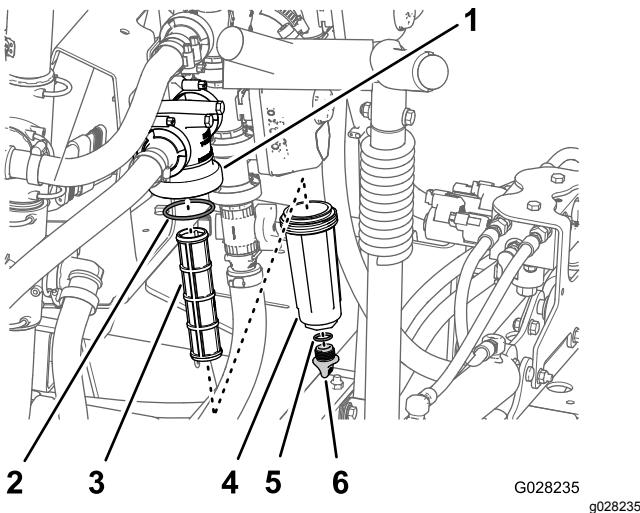

Figura 48
- Allineate una bacinella di spurgo sotto il filtro della pressione (Figura 48).
3. Ruotate il tappo di spurgo in senso antiorario e rimuovetelo dal pozzetto del filtro della pressione (Figura 48).
4. Ruotate il pozzetto in senso antiorario e rimuovete la testa del filtro (Figura 48).
5. Rimuovete l'elemento del filtro della pressione (Figura 48).
7. Controllate la guarnizione del tappo di spurgo (situato all'interno del pozzetto) e la guarnizione del pozzetto (situato all'interno della testa del filtro) per escludere danni e usura (Figura 48).
8. Montate l'elemento del filtro della pressione nella testa del filtro (Figura 48).
9. Montate il pozzetto sulla testa del filtro e serrate manualmente (Figura 48).
10. Montate il tappo di spurgo sul raccordo nella parte inferiore del pozzetto e serrate il tappo manualmente (Figura 48).